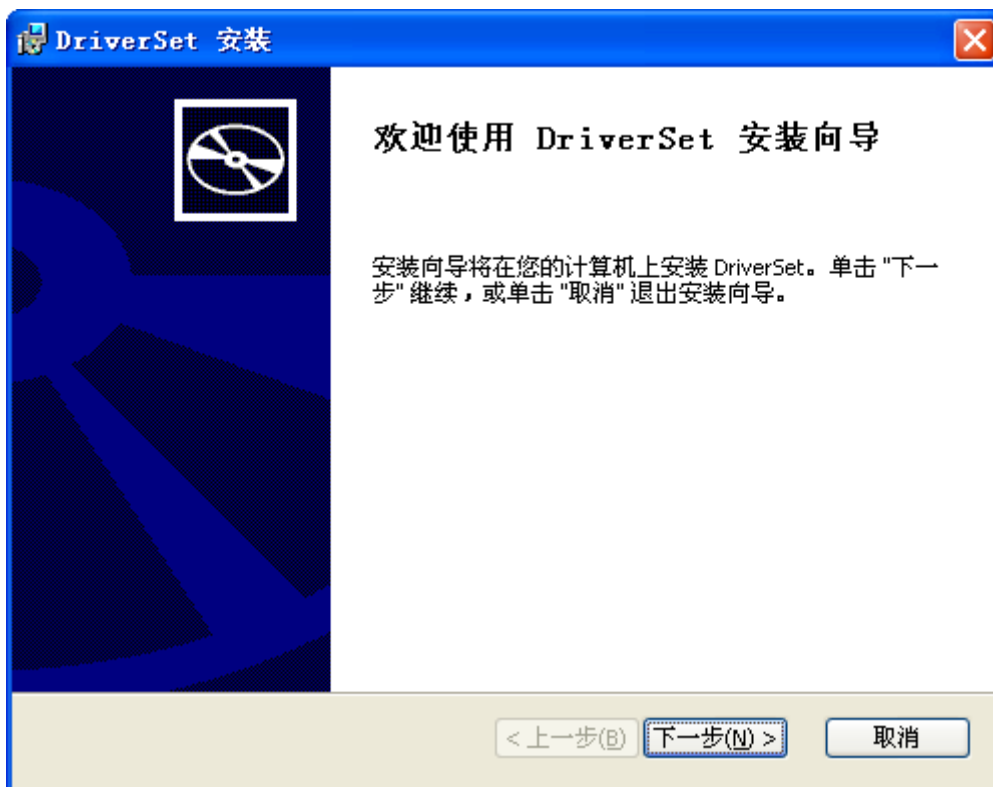
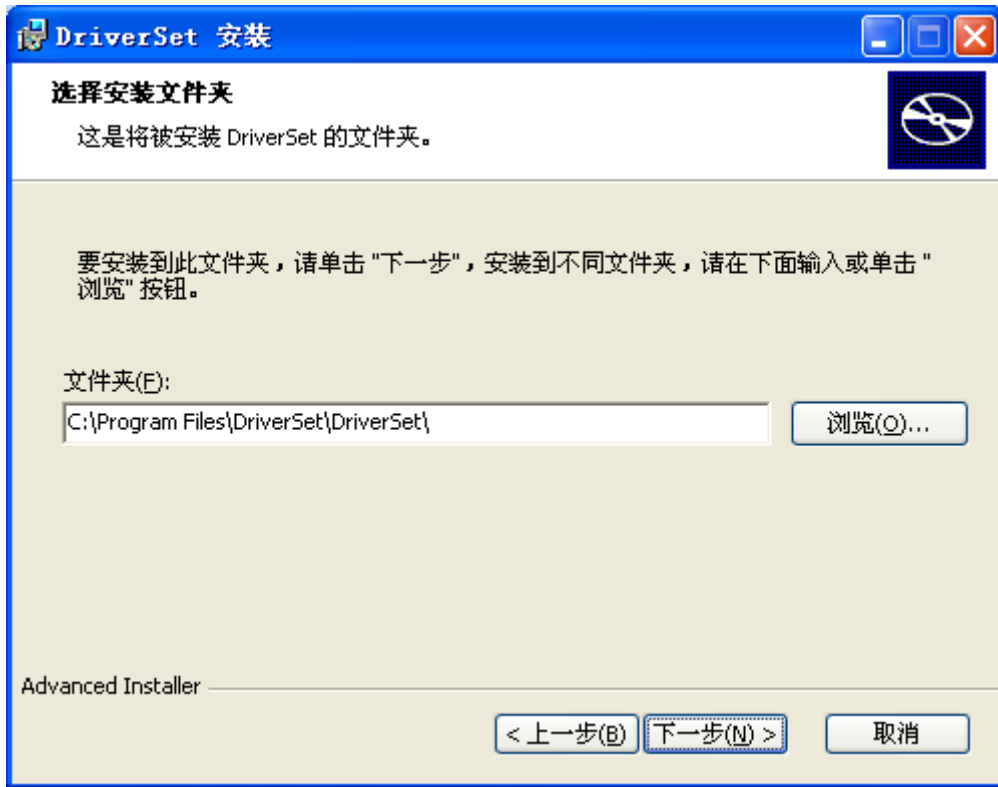

图 1. 开始安装 MotionStudio 软件
图 2. 选择安装路径
1) 在驱动器随机提供的光盘上(或从 MOTEC 官网下载)，找到程序库 MotionStudioSetup.exe，双击开始安装。显示如图 1 的软件界面。
2) 点击图 1 中的“下一步”按钮，进入图 2 的安装界面选择安装路径。